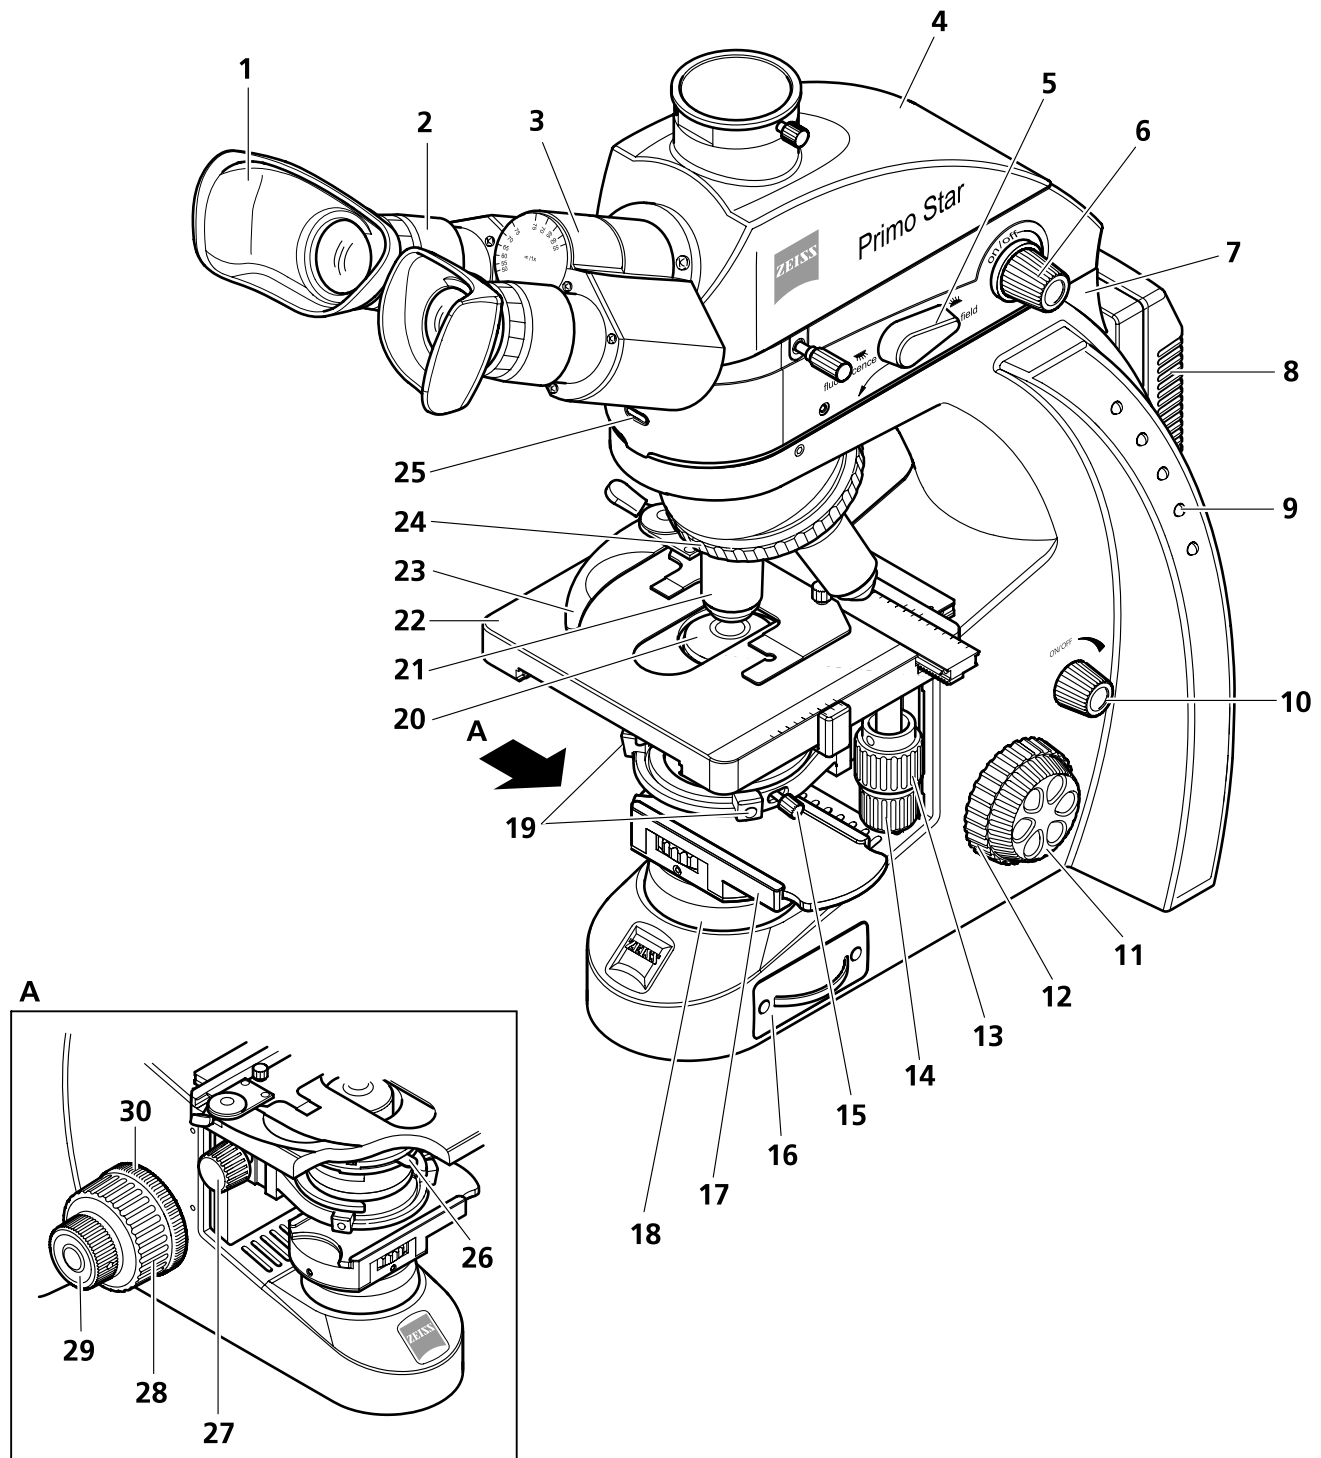

Fig. 17 Éléments de commande du Primo Star iLED
- La dureté de rotation de la molette de mise au point approchée (Fig. 16/25 ou Fig. 17/30) est réglée à l'usine et peut être corrigée si nécessaire.
- Tournez l'inverseur Diascopie / Épiscopie (Fig. 17/5) vers le haut en position Diascopie (**Brightfield**).
- Avec le bouton (Fig. 17/10), mettez en marche l'éclairage en lumière transmise et réglez l'intensité lumineuse.
L'intensité de l'éclairage en diascopie est visualisée en cinq échelons par des diodes de couleur bleu (Fig. 17/9) situées sur les deux côtés du statif.
- Tournez l'inverseur Diascopie / Épiscopie (Fig. 17/5) vers le haut en position Épiscopie (**Fluorescence**).
- Avec le bouton (Fig. 17/6), mettez en marche l'éclairage en lumière réfléchi et réglez l'intensité lumineuse.
Lorsque l'éclairage en lumière réfléchi est sous tension, la lampe témoin (Fig. 17/25) située en façade du dispositif d'épifluorescence s'allume. La luminosité de la lampe témoin correspond à l'intensité d'éclairage réglée.
**Légendes de la Fig. 17 :**